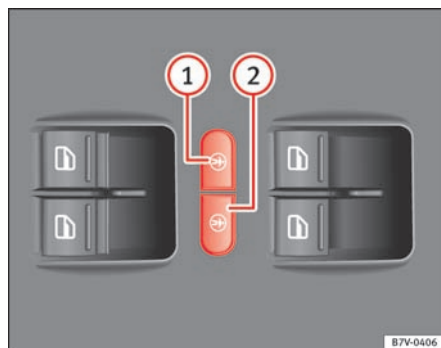

Fig. 52 Førerdøren: knapper til elektrisk børnesikring
Den elektriske børnesikring forhindrer, at skydedørene og elruderne i skydedørene kan åbnes indefra, så fx børn ikke ved en fejl kommer til at åbne en dør under kørsel. Knappen til venstre ⇒ Fig. 52 ① og knappen til højre ② aktiverer børnesikringen bagi i henholdsvis venstre og højre side.
Aktivering:	Tryk på knappen ⇒ Fig. 52 ① eller ②.